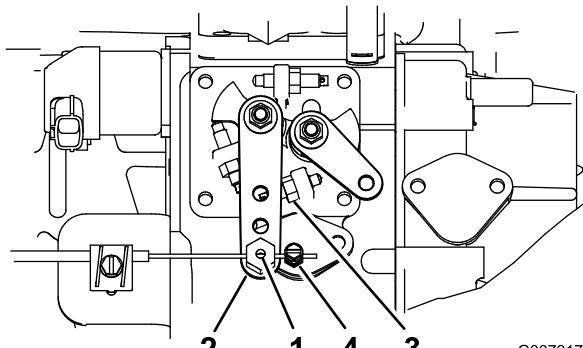

Figura 56
2. Desaperte o conector do cabo do regulador, no cabo do regulador, junto da alavanca da bomba de injeção (Figura 56).
3. Mantenha o braço da alavanca da bomba de injeção contra o travão de ralenti elevado (Figura 56).